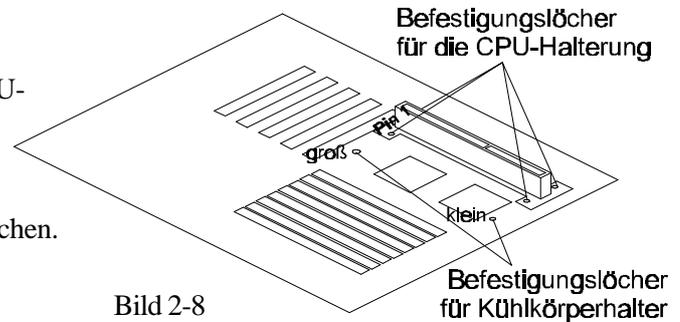

Bild 2-8
1. Die Position der 4 Löcher für die CPU-Halterung und die Markierung für "Pin 1" des Slot 1 (das ist der Prozessor-Steckplatz) sind auf dem Mainboard HOT-661/P ausfindig zu machen. (siehe Bild 2-8)